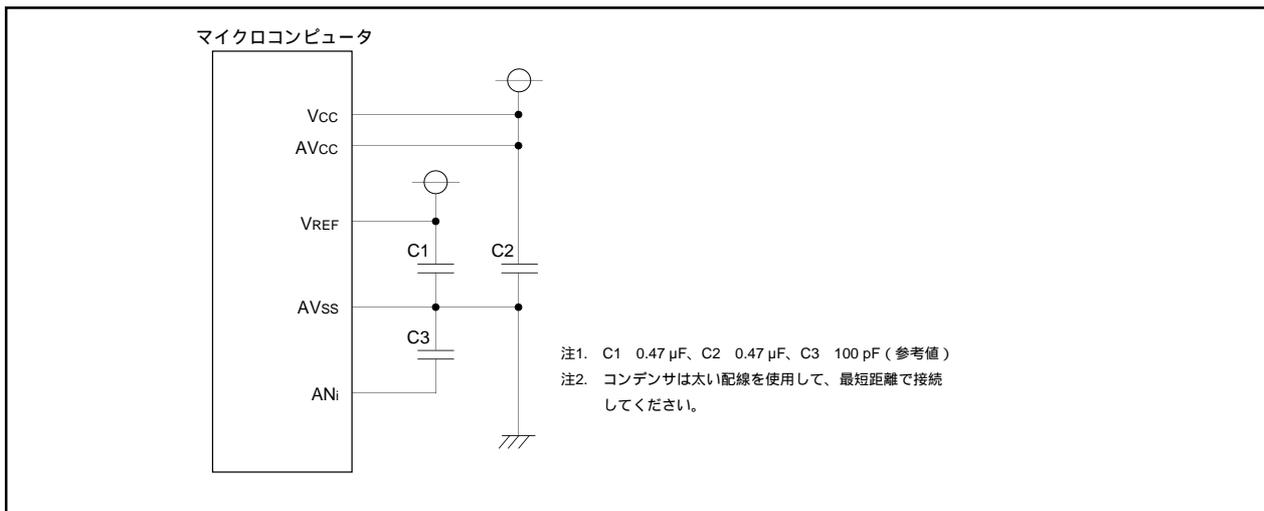

図2.9.17. 各端子の処理例
- (2) VREF端子とAVSS端子の間には、それぞれコンデンサを接続してください。また、AVCC端子とAVSS端子、およびアナログ入力端子(ANi)とAVSS端子の間にもコンデンサを接続することを推奨します。図2.9.17に各端子の処理例を示します。